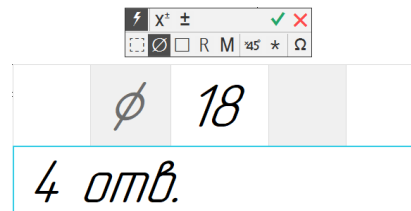

Рисунок 241 – Таблица ввода размерной надписи
- В таблице ввода размерной надписи добавим пиктограмму диаметра и текст под размерной линией «4 отв.» (Рисунок 241);